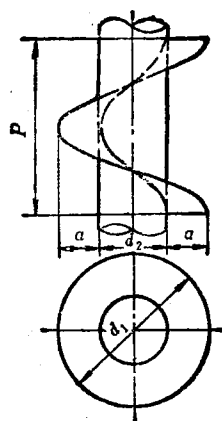

图 4
4. 螺旋输送机的回转叶片的展开 (见图 4 所示)。已知回转叶片的尺寸 $a = 18\text{mm}$, $d_1 = 60\text{mm}$, $d_2 = 30\text{mm}$, $P = 75\text{mm}$ 。求螺旋输送机的回转叶片的近似展开。